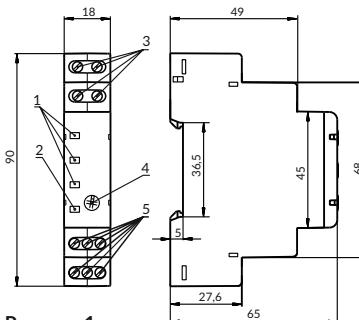

Рисунок 1
2) Регулятором Toff(s) (поз.4 рис. 1) встановіть час спрацьовування захисту по перекосу фаз.